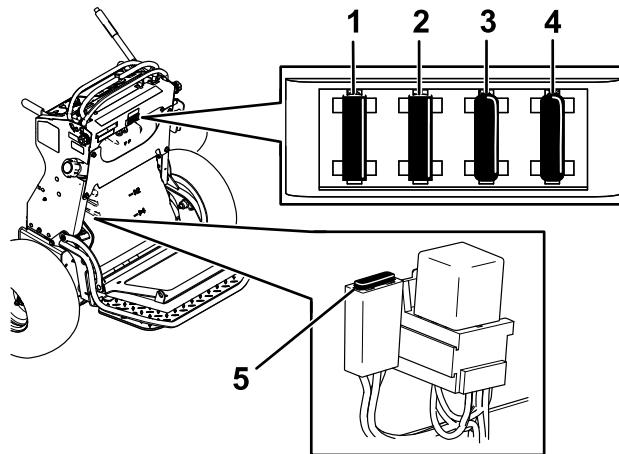

Figura 63
5. Retire el fusible y cámbielo (Figura 63).